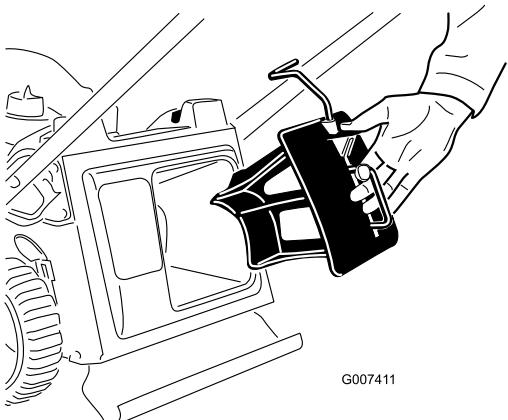

Figure 8
- Si ce n'est déjà fait, insérez l'obturateur de mulching dans le plateau de coupe (Figure 8).